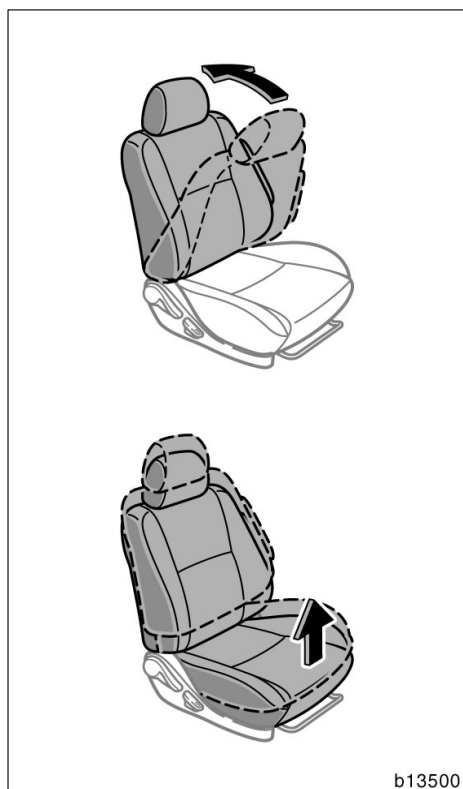

BILD 1
- När du använder en bilbarnstol i framsätet skall du sätta ryggstödet i upprätt läge och sittdynan i dess översta läge. (Se Bild 1.)